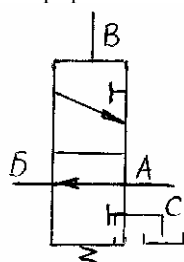

Рис. 31 Гидрораспределитель
3. ГИДРОРАСПРЕДЕЛИТЕЛЬ ЭО-3323.07.10.010 (рис. 31)